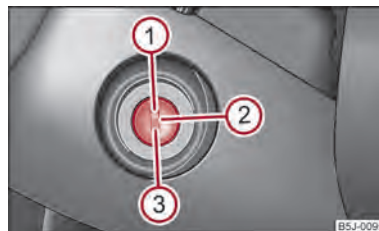

Fig. 82 Posiciones de la cerradura de encendido
- El motor se para girando la llave de contacto a la posición ① → fig. 82.